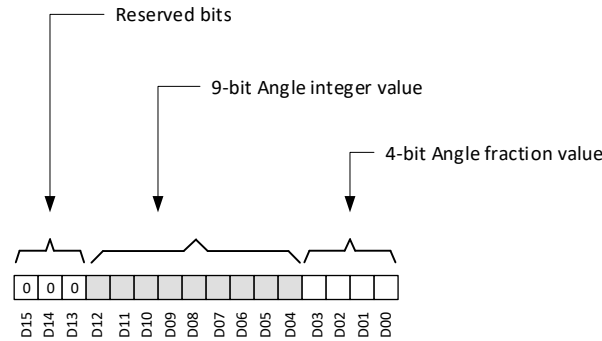

图 7-8. 角度数据定义
TMAG5170-Q1 根据 `ANGLE_EN` 寄存器位设置计算角度。图 7-8 显示了 `ANGLE_RESULT` 寄存器将角度信息存储在 13 个 LSB 位中。位 D04 至 D12 存储 0 至 360 度的角度整数值。D00 至 D03 位存储角度分数值，分辨率为 1/16 度。3 个 MSB 位始终填充为 b000。TMAG5170-Q1 CORDIC 提供 1/4 度的角分辨率。如果需要更高的角分辨率，可以使用外部 CORDIC。根据方程式 7 来计算角度。
- D_i 是图 7-8 中所示的数据位。